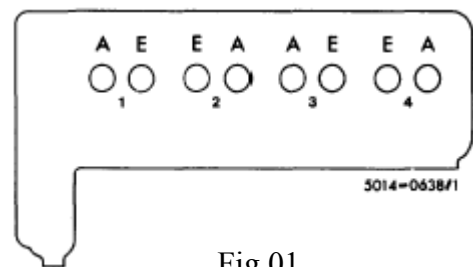

Fig 01
**NB!** Pass på plasseringen av innsugningsventilene (fig 01/E) og eksosventilene (fig 01/A).